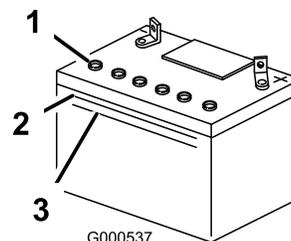

図 40
1. バッテリーを側面から見て液の量を確認する。電解液が上の線まであればよい 図 40。バッテリー液の量が下の線より下がらないように管理する 図 40。
3. バッテリーの各セルのキャップを外す **図 40**。
4. 液量が上の線に達するまで **図 40**、各セルに蒸留水をゆっくりと補給する。
5. 各セルに補給した後、510分待って液量がバッテリーケースの上の線 **図 40**に届かなければ蒸留水を足す。